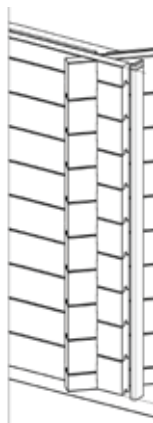

Figure 16
- Coupez l'excédent de cache selon la hauteur du bassin si nécessaire (figure 16).